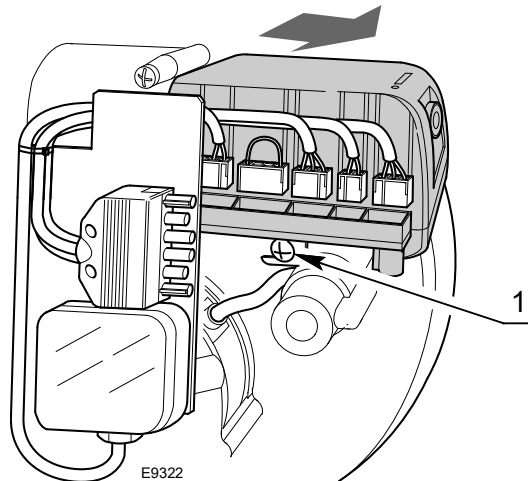

Fig. 14
- sconnettere tutti i connettori ad essa collegati, la spina a 6 poli, i cavi di alta tensione ed il filo di terra (TB);
- svitare la vite 1)(Fig. 14) e tirare il controllo fiamma nel senso della freccia.
- avvitare la vite 1)(Fig. 14) con una coppia di serraggio da $1 \pm 1,2$ Nm;